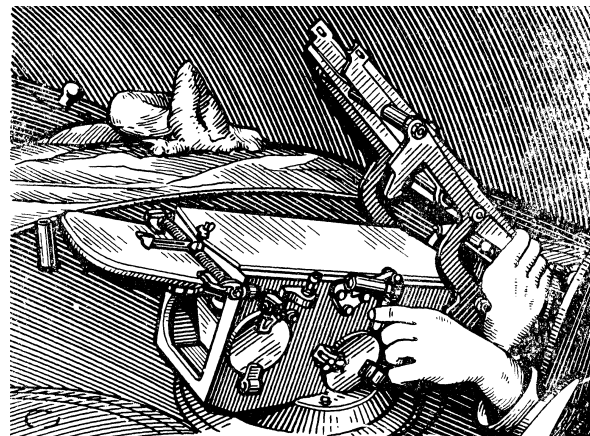

Рис. 85. Зняття зі стопору направляючу ПУ та переведення її у вертикальне положення
- зняти зі стопору люльку та перевести її у вертикальне положення (рис. 85);